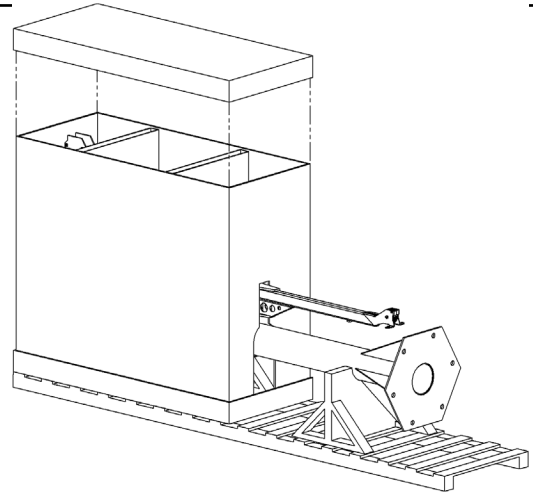

Fig. 2A. Rimozione della copertura dell'imballaggio.
- 2.1 Rimuovere con cura le fascette dalla scatola di spedizione e togliere la copertura (**Fig. 2A**).